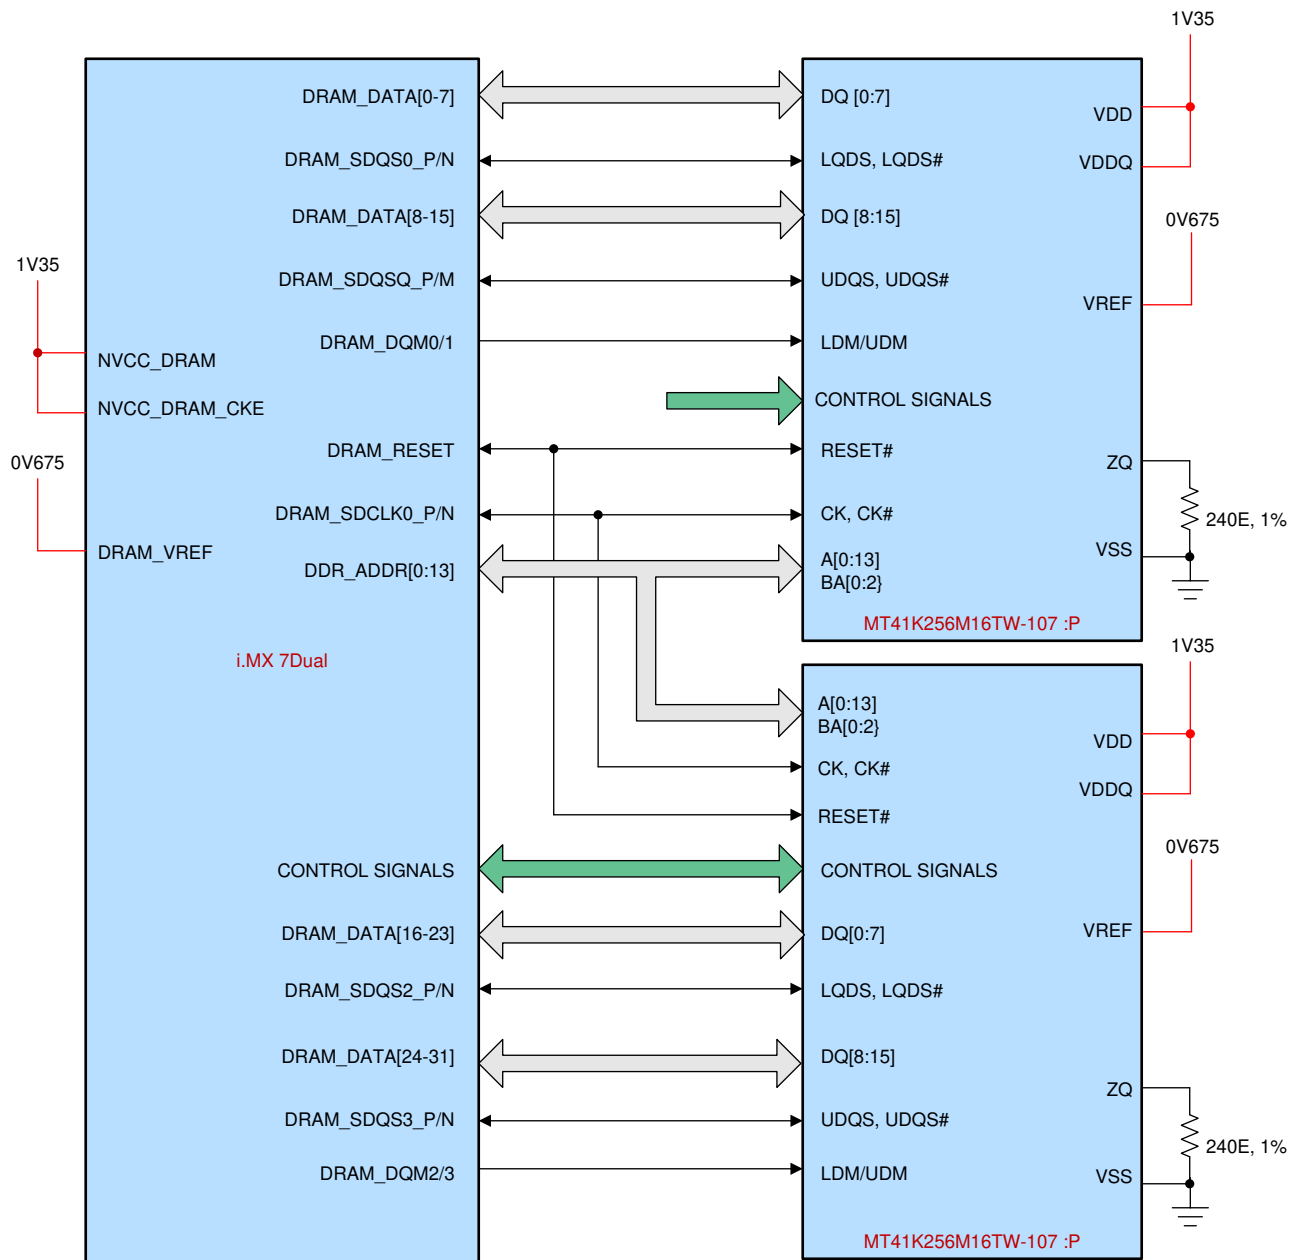

図 2-2. DDR3L インターフェイス
i.MX 7Dual には専用の DDR メモリ コントローラが搭載され、LP-DDR2、DDR3、DDR3L、LPDDR3 をサポートしています。これらはすべて、1066MT/s のデータレートのみをサポートしています。このデザインには、2 個の 4Gb x16 (1GB) DDR3L メモリが搭載されています。MT41K256M16TW-107: Micron® 製の P は、現在この設計で使用されている 4Gb DDR3L SDRAM です。このデザインでは、2 個の DDR3L メモリを使用し、この設計に必要な 1GB のメモリを提供します。メモリ インターフェイスは、2 チャネルの 16 ビット データ信号、および共有のコマンド信号およびアドレス信号で構成されています。図 2-2 に、DDR インターフェイスを示します。